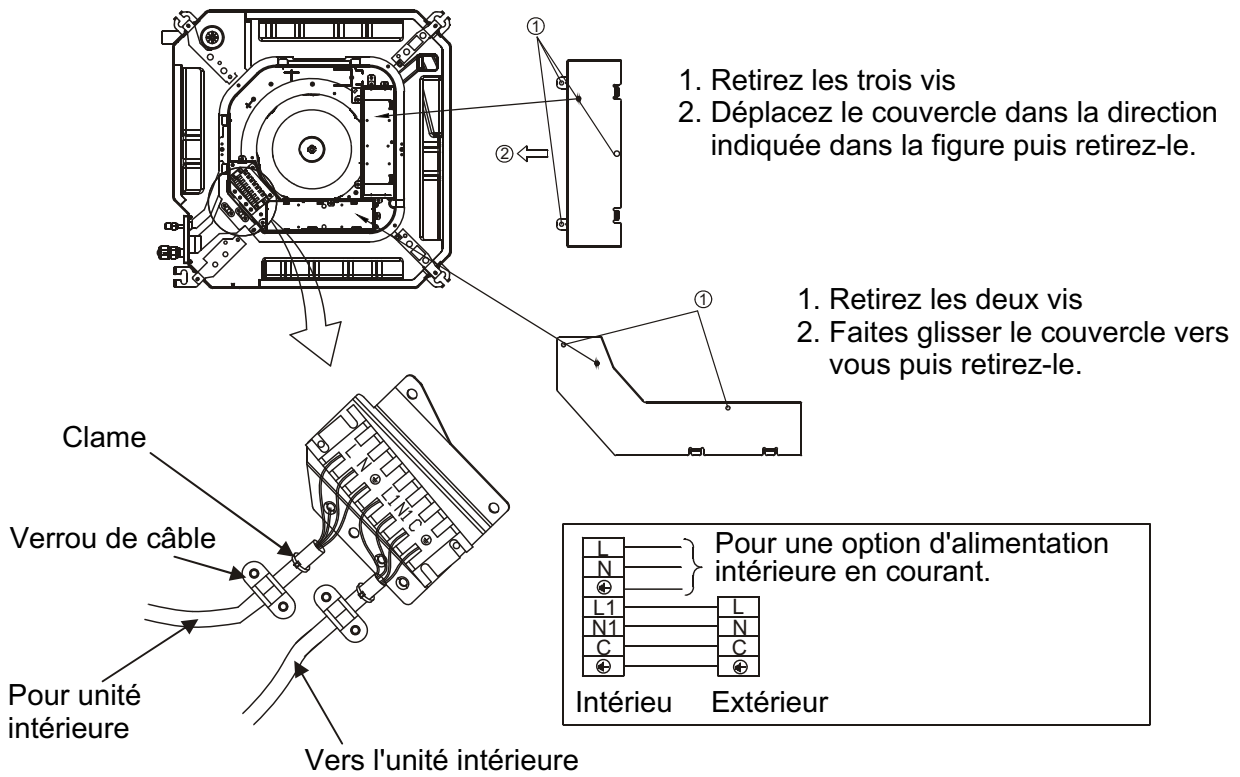

Figure 16
3. Connectez les extrémités du câble aux bornes des unités intérieure et extérieure ainsi qu'indiqué en figure 16.